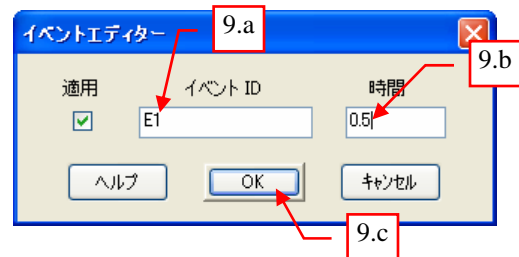

図 5
9. “イベントエディター” ダイアログボックスに以下の通り入力します。 図 5 参照